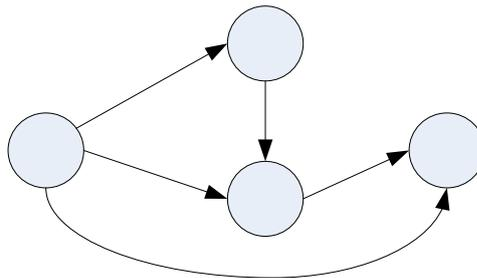

Рис. 1.5. Криволінійна стрілка
5. Стрілка не обов'язково повинна бути прямолінійним відрізком (рис. 1.5).